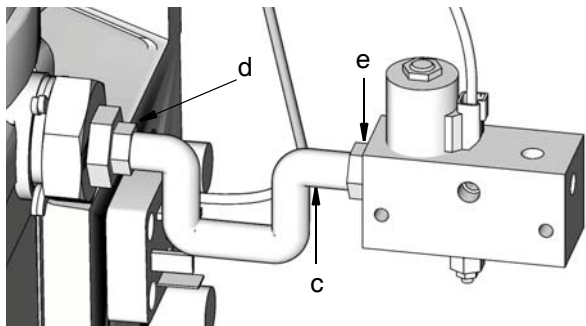
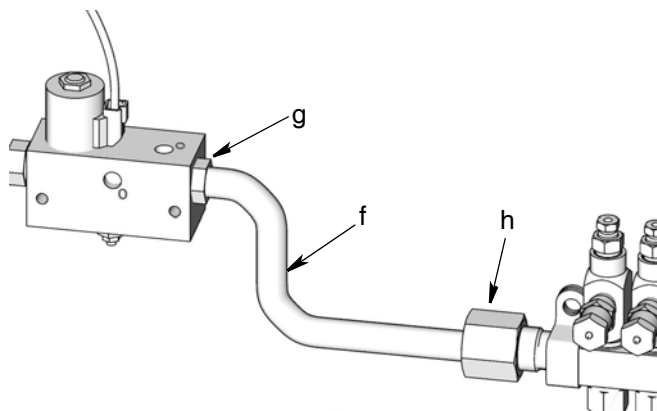

FIG. 5
FIG. 6
- Conecte el tubo de entrada (C) al racor del elemento de la bomba (d) y al racor de entrada (e) al puerto del colector (marcado con una "I") (FIG. 5). Apriételo sólo con una llave.
- Conecte el tubo principal (f) a la salida de un colector (g) (marcado con una "O") y a la entrada del inyector (h) (FIG. 6).
3. Retire las tuberías instaladas entre el elemento de la bomba (d) (FIG. 5) y la entrada de inyección (h) (FIG. 6).